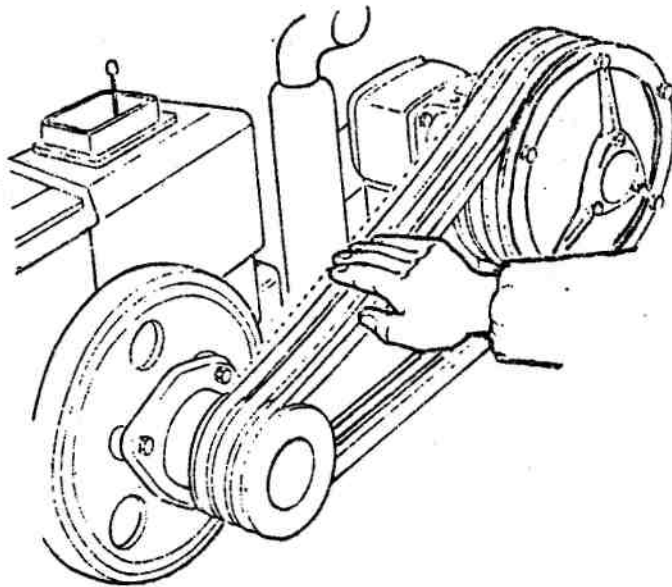

Рис.23 Регулирование натяжения ремня
- (а) Чтобы проверить натяжение V-ремней необходимо четырьмя пальцами нажать на середине натяжения. В случае если все правильно установлено, снижение должно быть 20-30 мм, (Рис. 23)